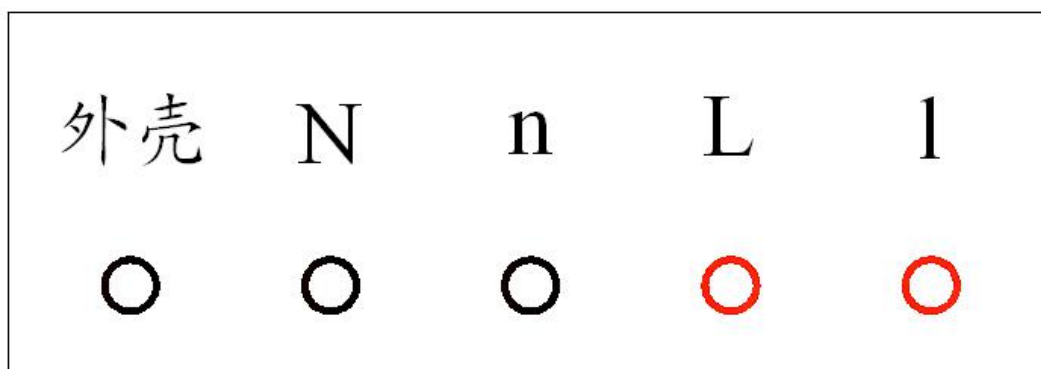

图 1 输出接线板接线图
4.1 打开立柜后板，将附件测试接地夹按图 1 的输出接线板接线图正确连接。